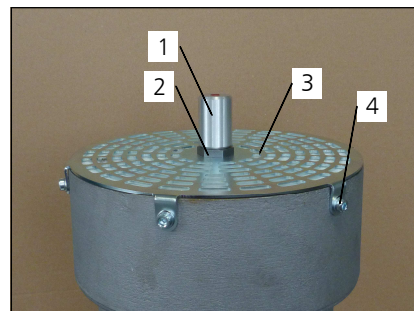

Fig. 1
- Schutzkappe, Mutter und Inbusschrauben entfernen (Fig. 1)